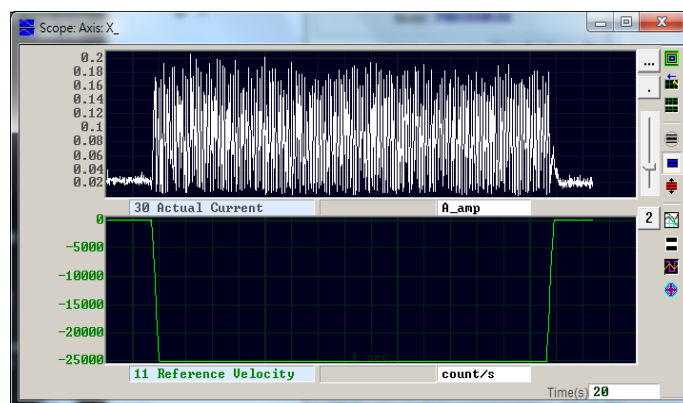

図5.6.1.2
ステップ 1: 図 5.6.1.2 のようにスコープを開きます。実際の電流の値を観察するように設定します。
ステップ 3: 図 5.6.1.2 のように、実際の電流の値を観察し、最大値を記録します。最大値は約 0.2 A ですので、Search end stop currentは 0.2 A より少し大きく設定することができます。この場合、Search end stop currentは 0.23 A に設定できます。
- (1) 左側の条件をなしに設定し、右側の条件をエンドストップまたは右リミットスイッチに設定します。図 5.6.1.3 のように、最初の移動方向 (パラメーター①) は左に設定されています。原点復帰に失敗し、ホーミング インジケータが赤くなります。